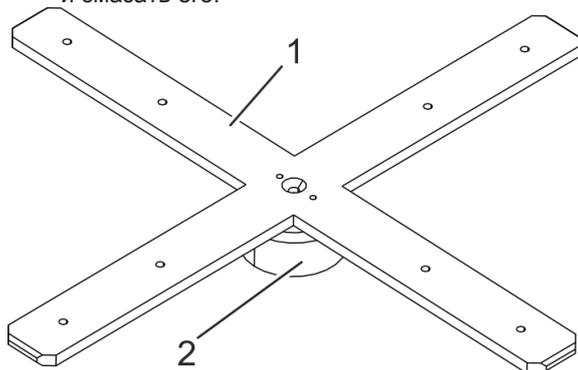

Рис. 71 Нижняя крестовина (неподвижный турникет)
9. Установить нижнюю крестовину (рис. 71) на нижний подшипник (рис. 71).